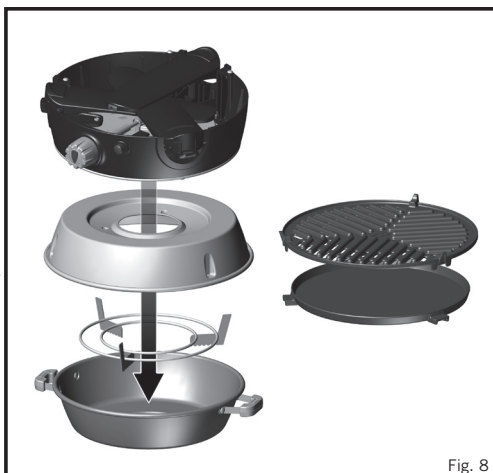

Fig. 8
- Lad enheden køle af før du pakker den ned. Efter rengøring: Fold enheden sammen som beskrevet i afsnit 3 ovenfor. Placér fad / kuppel i bunden af tasken. Placér derefter grydeholderen på fadet med bunden i vejret. Placér fedtfadet over fad og grydeholder med bunden i vejret. Placér derefter enheden med bunden i vejret over fedtfadet. Placér rist og det flade fad i deres respektive holdere i taskens og luk med lynlåsen. Fold taskens låg ind over resten af tasken og luk med lynlåsen. (Fig. 8)